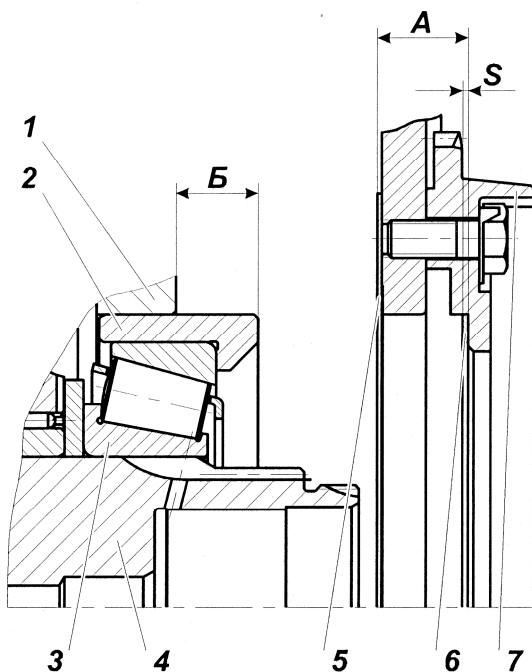

Рис. 114:
3.3. Замерить абсолютные величины размеров А (между торцами зубчатой муфты и уплотнительной прокладки) и Б (между торцами картера и гнезда подшипника) рис. 114.